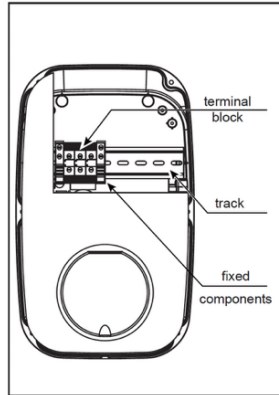

Abb. 11
- Vorsicht: Führen Sie nach dem Öffnen eine Sichtprüfung des Innenraums durch. Sollte sich der Klemmenblock oder eine andere befestigte Komponente aus der Führungsschiene („Track“) gelöst haben, setzen Sie diese(n) wieder in die korrekte Position in der Schiene ein (siehe Abbildung 11).